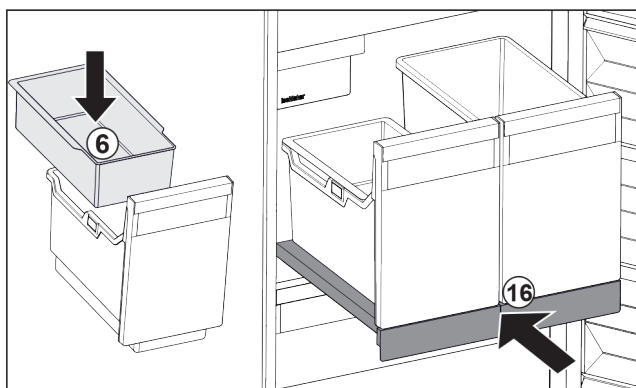

Fig. 106
- ▶ Sett inn brettet Fig. 106 (6) for isbiter.
- ▶ Skyv inn uttrekksplaten med beholder (IceTower). Fig. 106 (16)